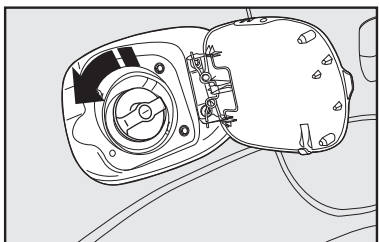

fig. 107
- segure a tampa e gire a chave no sentido anti-horário (algumas versões); prossiga girando a tampa **fig. 107** até o seu completo desalojamento.